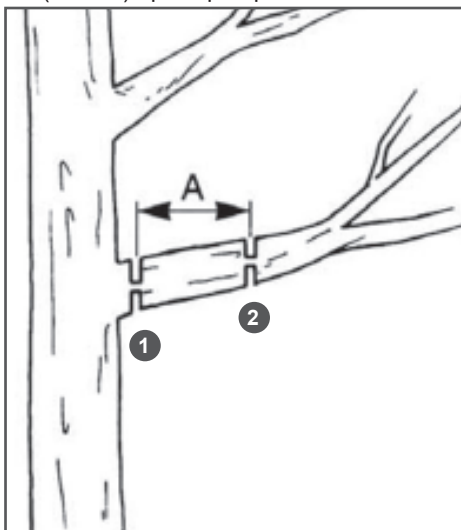

Рис. 11 Положение пропилов
5. При спиливании веток диаметром более 10 см, рекомендуется сначала отпилить основную часть ветки (пропил 2). Затем отпилить оставшуюся часть ветки (пропил 1). Расстояние А (Рис.11) примерно равно 25 см.